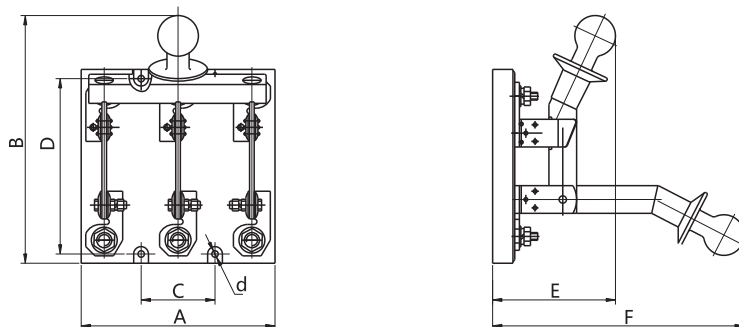

图3 HD11/3外形及安装图
6.3 HD11/3系列外形尺寸及安装尺寸见表4，相关图样见图3